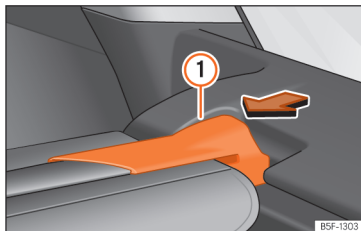

Abb. 180 Im Kofferraum: Abdeckung ausbauen.
- Drücken Sie die Aufhängung der Abdeckung » » [Abb. 180] ① in Pfeilrichtung.
- Lassen Sie die Aufhängung der Abdeckung » » [Abb. 180] ① auf der anderen Seite in der Aufnahme einrasten.